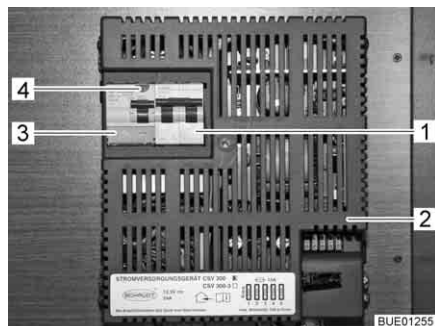

Fig. 131 Interruttore di sicurezza a 230 V e interruttore automatico FI (CSV 300)
Un interruttore di sicurezza per correnti di guasto (interruttore automatico FI) (Fig. 131,3) nell'apparecchio per l'alimentazione elettrica CSV 300 (Fig. 131,2) protegge l'intero veicolo da correnti di guasto (0,03 A).
Un interruttore di sicurezza bipolare collegato in serie (Fig. 131,1) nell'apparecchio per l'alimentazione elettrica protegge la rete di bordo a 230 V.
- Se il veicolo è collegato all'alimentazione a 230 V, premere il tasto di controllo (Fig. 131,4). L'interruttore di sicurezza per correnti di guasto (FI) deve scattare.